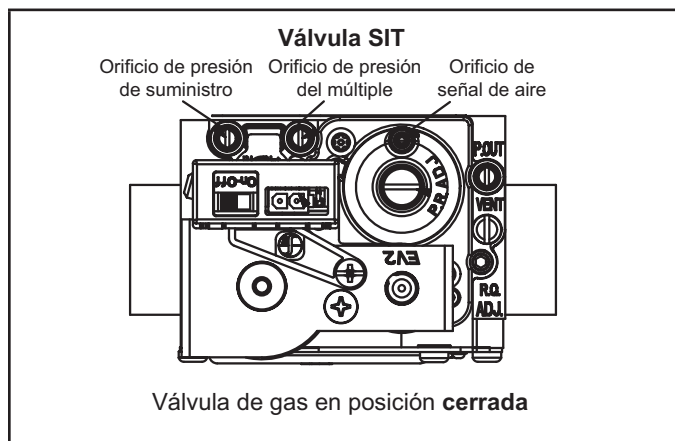

FIGURA 56
Operación de la válvula de gas (FIGURA 56)
- 6 - Mueva el interruptor de la válvula de gas a la posición OFF (Apagado). Ver FIGURA 56.
- 8 - Mueva el interruptor de la válvula de gas a la posición ON (Encendido). Ver FIGURA 56.